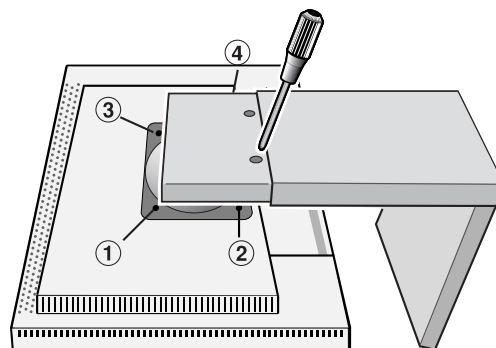

Figure S.2
4. Enlevez les quatre vis qui maintiennent le moniteur au support et soulevez l'ensemble support **(Figure S.2)**. Vous pouvez maintenant monter autrement le moniteur.